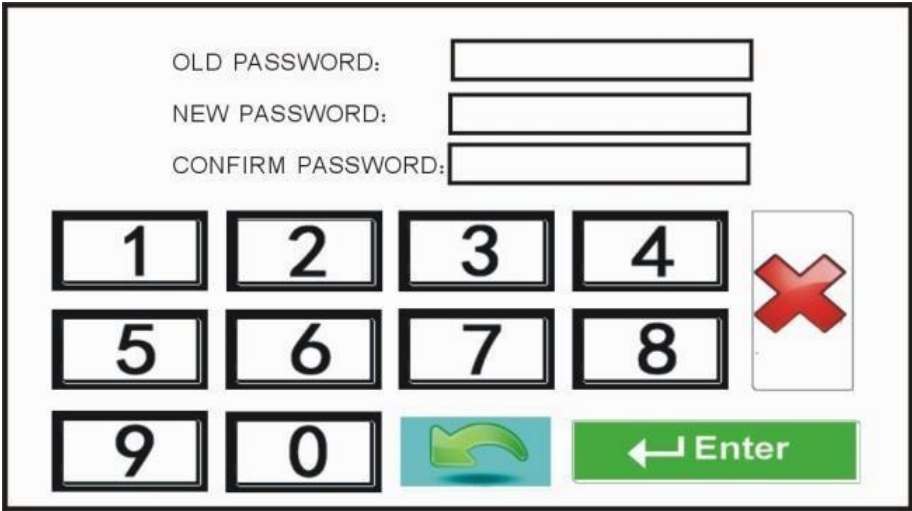

Рис. 4.30. Окно смены пароля пользователя
- e. **HELP TELEPHONE Nu** (телефонные звонки) в: 8608 — (2) — 10 (S), где 8608 телефонный номер службы экстренной помощи, (2) — число повторных наборов службы экстренной помощи, то есть всего дважды в данном примере, 10 (S) — длительность паузы в секундах между попытками набора телефонного номера службы экстренной помощи, то есть 10 секунд в данном примере.
6. В меню **SETTINGS** (системные настройки), нажав кнопку подменю **USER** , вы попадаете в окно смены пароля пользователя. На Рис. 4.30 приведен внешний вид этого окна.